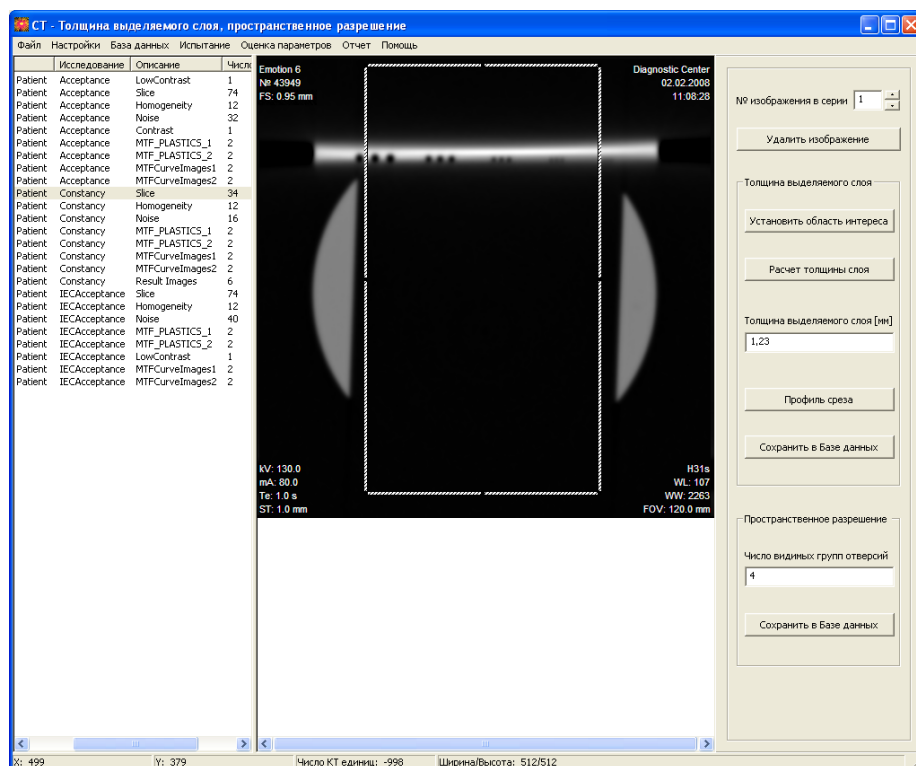
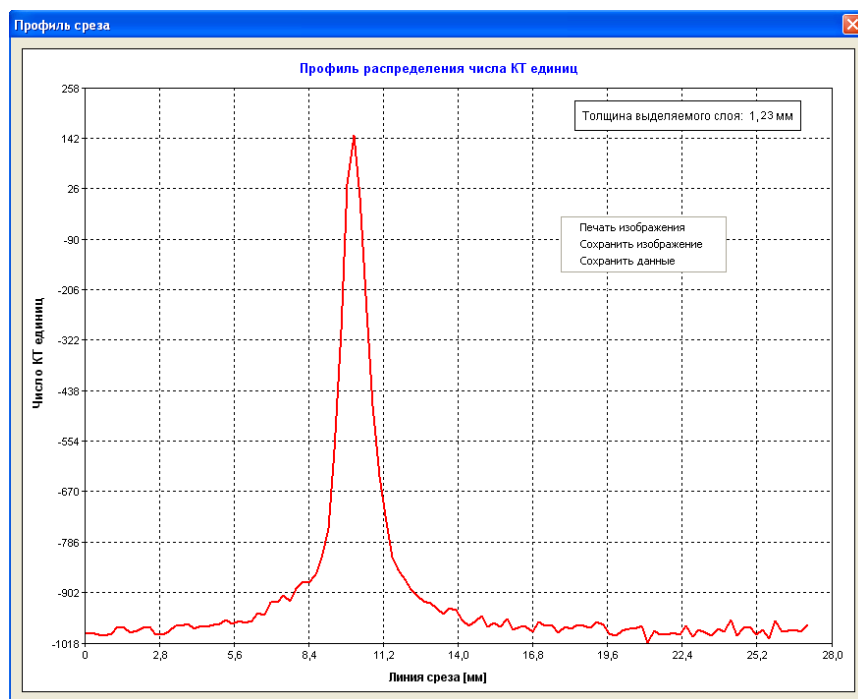

Рис. 6.2. Установка области интереса и расчет толщины выделяемого слоя
Рис. 6.3. Окно, возникающее при нажатии на кнопку "Профиль среза"
Рассмотрим элементы управления секции **«Толщина выделяемого слоя»**. Кнопка **«Установить область интереса»** становится активной после открытия изображений и необходима для автоматического выбора области, в которой будет рассчитываться профиль среза. Важно, чтобы область интереса включала изображение сечений наклонной пластины (см. Рис. 6.2.) на всех открытых в данный момент изображениях. Для проверки необходимо пролистать все открытые изображения и в случае, если где-то область интереса не пересекает изображение сечения или накладывается на другую структуру, изменить положение или размеры области вручную с помощью мыши. После того, как положение области интереса задано, становится активной кнопка **«Расчет толщины слоя»**, при нажатии на которую происходит расчет толщины выделяемого слоя для всех открытых в данный момент изображений и становятся активными кнопки **«Профиль среза»**, которая позволяет просмотреть профиль среза (см. Рис. 6.3), и **«Сохранить в Базе данных»**, которая позволяет сохранить рассчитанные значения в базе данных.
На рис. 6.3 представлено диалоговое окно, в котором показан профиль распределения среднего числа КТ единиц. При нажатии правой кнопки мыши в поле изображения графика возникает контекстное меню, имеющее три опции: «Печать изображения», «Сохранить изображение» и «Сохранить данные», при выборе которых происходит печать изображения, сохранение изображения в выбранном пользователем формате или сохранение данных в текстовом формате.
1. Открываются все зарегистрированные изображения (главное меню «Файл» → «Открыть...»). В процессе открытия изображений таблица, расположенная в левой части окна, заполняется информацией, содержащейся в тэгах зарегистрированных изображений (см. Рис. 6.2.). Каждая строка таблицы представляет собой отдельное исследование с определенным набором параметров. Пункт 1 выполняется только в том случае, если изображения для расчета толщины выделяемого слоя и пространственного разрешения расположены в отдельной папке и не были открыты заранее.